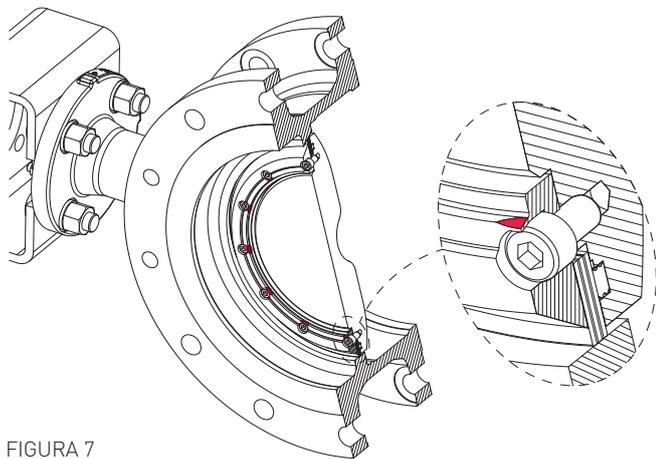

FIGURA 7
18. Se le viti della flangia di tenuta sono state fissate da smussi (sulla flangia di tenuta vicino a ciascun foro della vite), usare l'attrezzo di pallinatura per ricurvare gli smussi su ciascuna vite e assicurare un bloccaggio corretto e sicuro delle viti (fare riferimento alla figura 7).